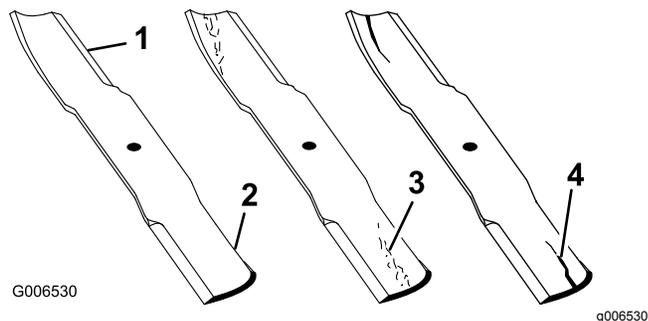

Figura 42
1. Inspeccione los filos de corte (Figura 42).
2. Inspeccione las cuchillas, especialmente la parte curva (Figura 42).
**Nota:** Si observa daños, desgaste o la formación de una ranura en esta zona (elemento 3 en la Figura 42), instale inmediatamente una cuchilla nueva.